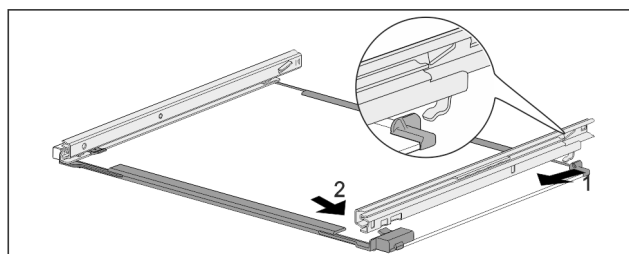

Fig. 72 Tablette en verre avec rails
- ▶ Accrocher le rail à l'arrière. *Fig. 72 (1)*
- ▶ Accrocher le rail à l'avant. *Fig. 72 (2)*